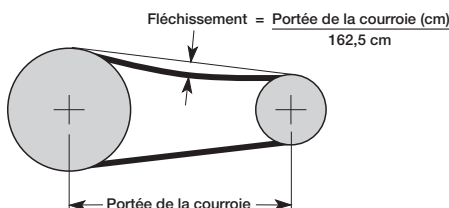

Figure 28 — Tension de la courroie
3. Contrôler l'alignement en plaçant une règle contre les deux poulies, voir Figure 28.